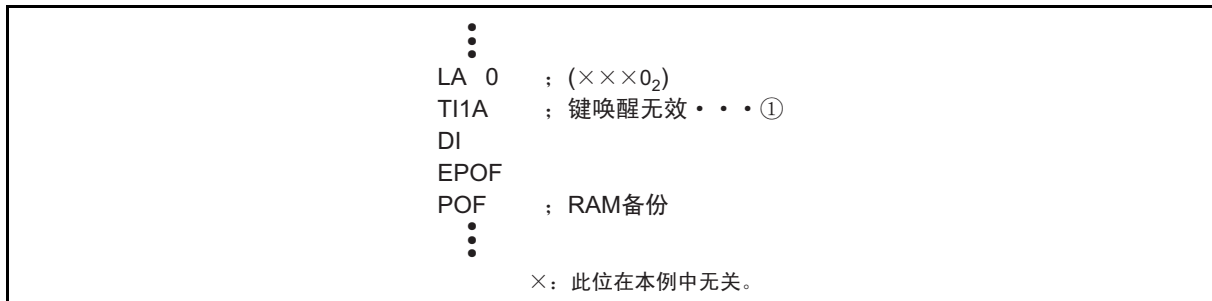

图 62 外部 0 的中断程序例 2
- 在禁止 INT 引脚输入时（寄存器 I13= “0”），必须在转移到 RAM 备份模式前将 INT 引脚的键唤醒设定为无效（寄存器 I10= “0”）（图 62①）。